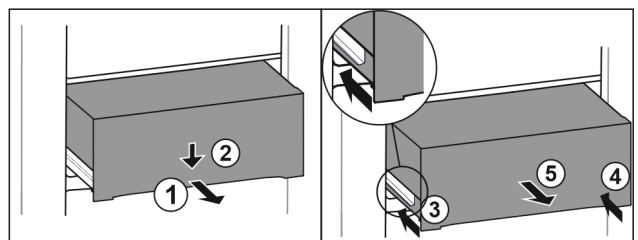

Fig. 139
- ▶ Træk skuffen halvt ud. Fig. 139 (1)
- ▶ Tryk skuffen ned på forsiden. Fig. 139 (2)
- ▶ Skub venstre skinne ca. 2 cm ind. Fig. 139 (3)
- ▶ Skub højre skinne ca. 2 cm ind. Fig. 139 (4)
- ▶ Tag skuffen ud fremefter. Fig. 139 (5)